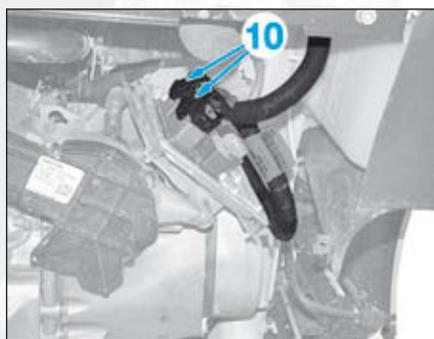

FIG.7
- Débrancher les connecteurs (10) du calculateur de la boîte de vitesses pilotée (Fig.7).